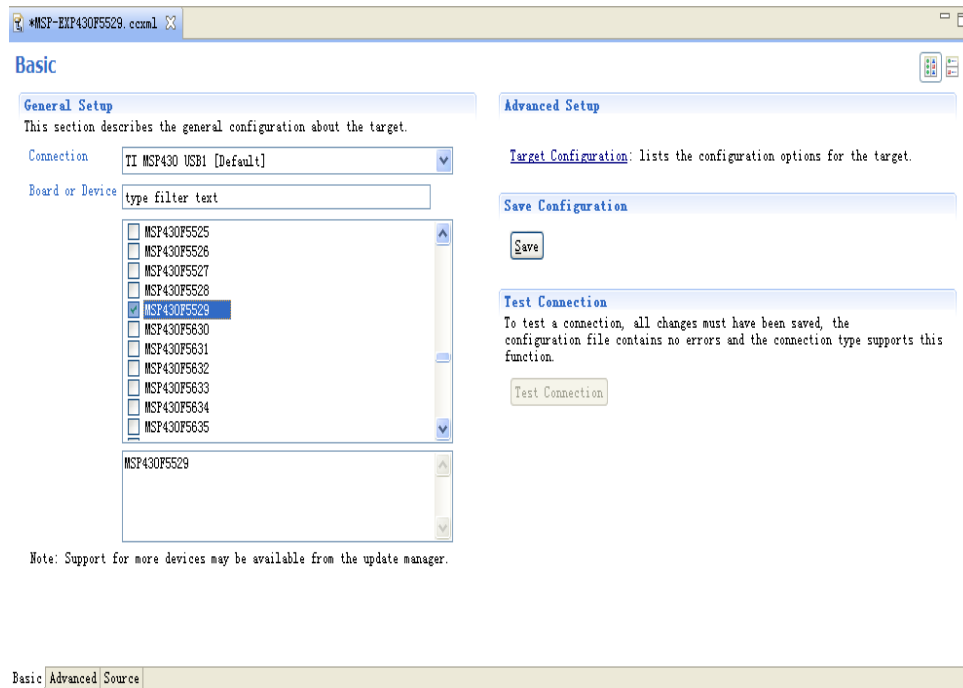

图 1.20 目标配置编辑器
(4) 单击 Finish，将打开目标配置编辑器，如图 1.20 所示。